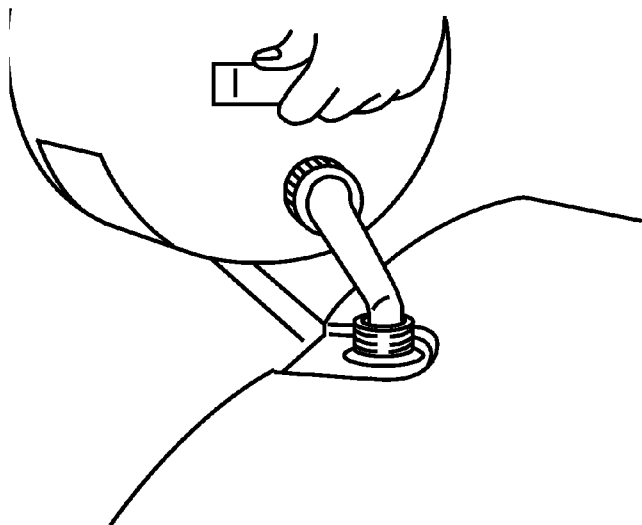

Figure 8
1. Nettoyer le pourtour du bouchon d'essence avant de le retirer (Fig. 8). Remplir le réservoir du mélange huile/essence jusqu'au bas du tube de remplissage et non pas dans le tube. NE PAS REMPLIR LE RÉSERVOIR EN EXCÈS. Replacer le bouchon correctement et essuyer tout carburant répandu.